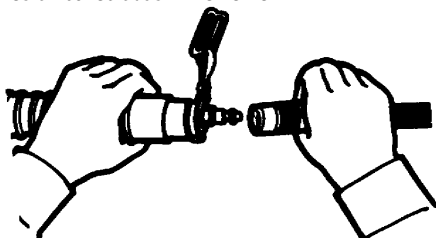

Figura 10
2. Con el aire fluyendo, conecte el conjunto del tubo de respiración con la manguera de suministro de aire (vea Figura 10). Conecte el conector de desconexión rápida del conjunto del tubo de respiración con el acoplador de desconexión rápida en la manguera de suministro de aire. Una vez que la conexión sea segura, libere el manguito de acoplamiento para asegurar las conexiones juntas. Tire de ambas mangueras para asegurarse de que están conectadas firmemente.